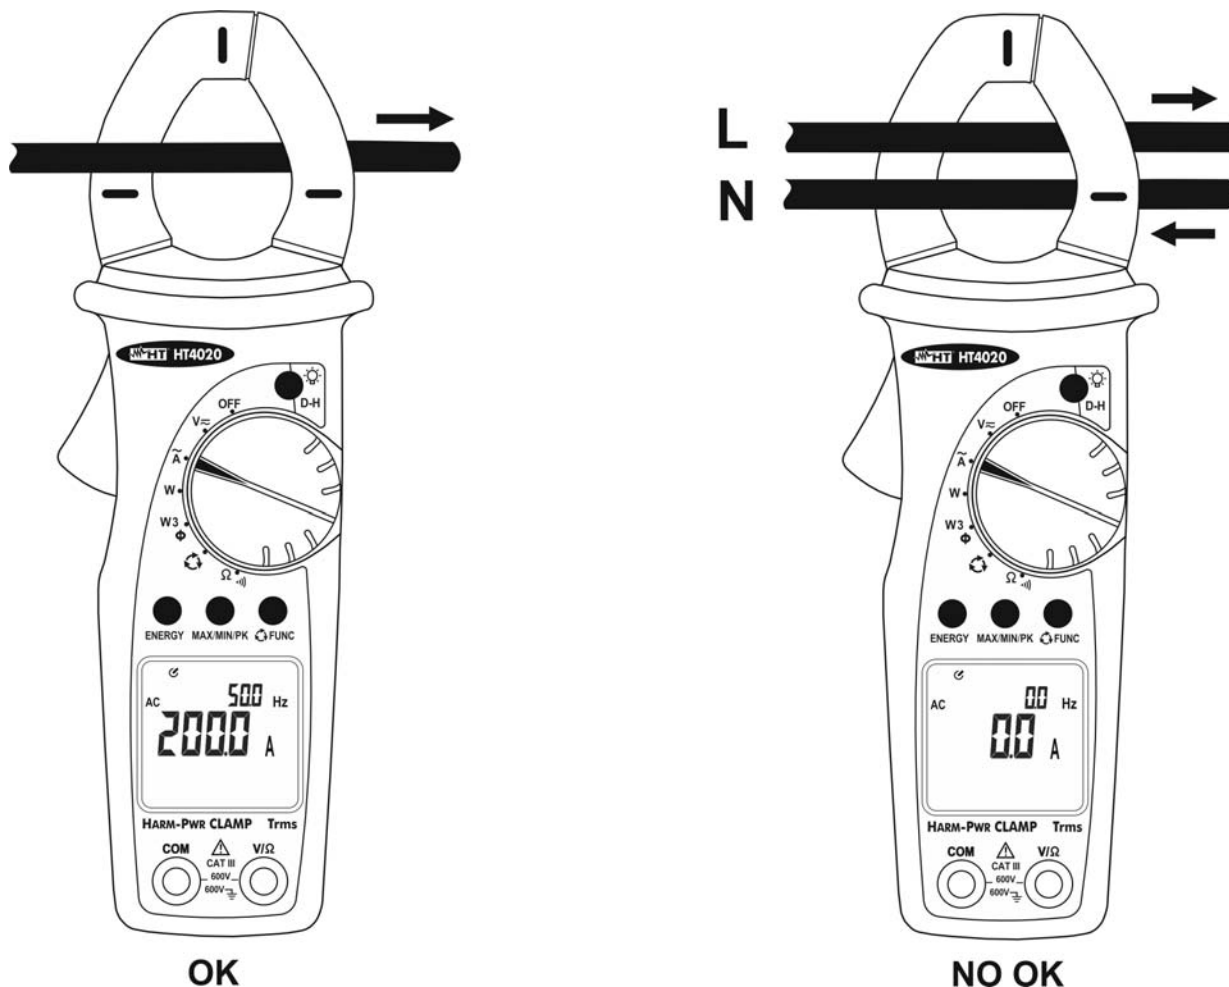

Fig. 8: Medida de corriente CA
2. Abra el maxilar y engatille un único cable al centro del toroidal (ver § 4.1.2 y Fig. 8). El valor de la corriente y de la frecuencia serán respectivamente indicadas sobre el visualizador principal y secundario.